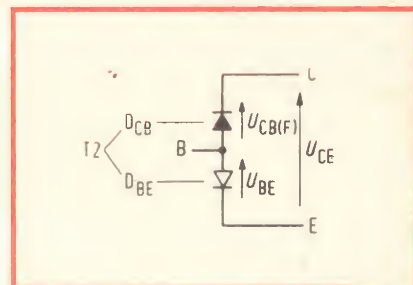
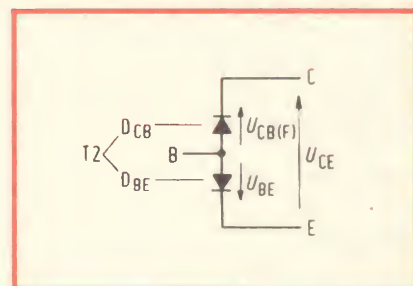

Fig. 4 - Le tensioni nelle due sezioni diodi ( $D_{CB}$  e  $D_{BE}$ ) e nel transistor, valide per la prima parte del funzionamento inverso.
Fig. 5 - Andamento delle tensioni nelle due sezioni diodi e nel transistor in presenza di una tensione positiva  $U_{BE}$  (punto 6 figura 3).
All'inizio dell'andata (da  $t_4$  a  $t_6$ ) il passaggio base/emettitore è bloccato. Il valore della tensione collettore/emettitore risulta rispettivamente dalla fig. 4 e dall'equazione (1). Dal momento  $t_6$  in avanti  $U_{CE}$  è indicato dalla fig. 5 e dall'equazione (2). In seguito a ciò il valore di  $U_{CB(F)}$  decresce costantemente, poichè anche la corrente  $I_C$  che passa attraverso di esso diventa più piccola con andamento a dente di sega. Poco prima del momento  $t_7$   $U_{CE}$  passa attraverso lo zero.